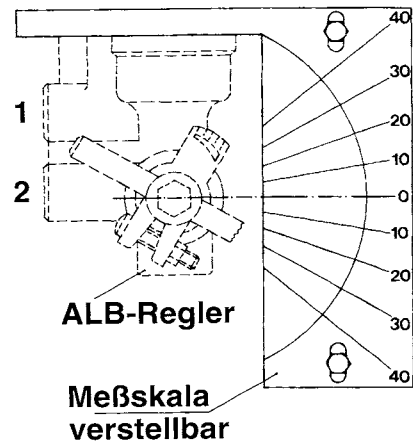

Abb. 1
- 1.2 Die Prüfschablone im Schraubstock befestigen. Den Bremskraftregler in die Prüfschablone einsetzen und den Nullpunkt der Meßskala auf den Mittelpunkt der Welle des ALB-Reglers ausrichten (siehe Abbildung 1).